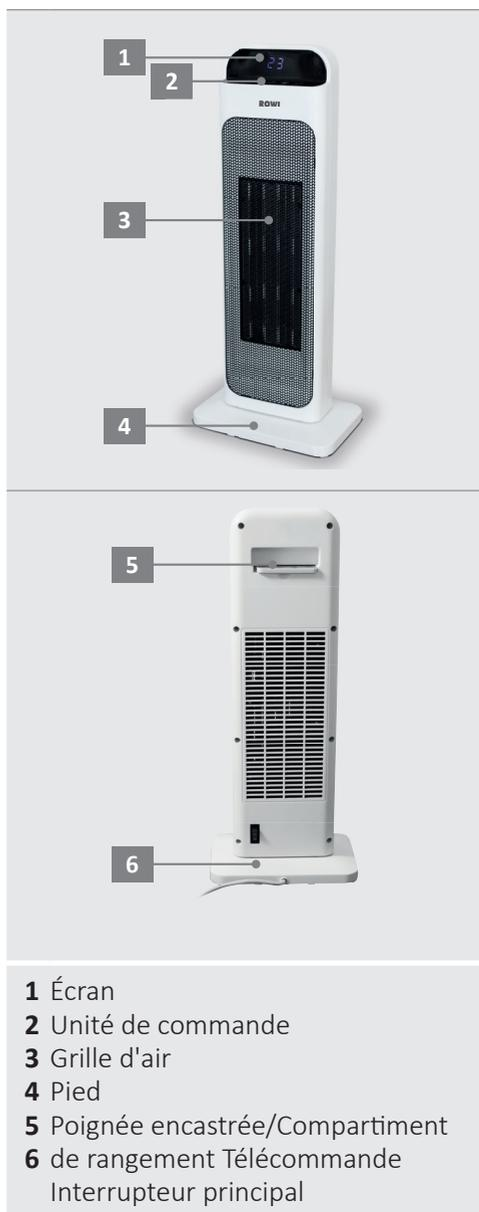

Fig. 1 : Vue d'ensemble de l'appareil
1. Assurez-vous que l'**interrupteur principal** (voir fig. 1, n° 6) est sur «**0**». Branchez ensuite la colonne de chauffage céramique sur une prise de courant reliée à la terre et protégée par un disjoncteur différentiel.
Tous les réglages suivants peuvent être effectués aussi bien à l'aide de l'unité de commande (fig. 1, n° 2) que de la télécommande fournie. Pile au lithium incluse (type CR2025 ; 3 volts ; 1 pile)
2. Actionnez ensuite l'interrupteur principal (fig.1, n° 6) situé à l'arrière de l'appareil pour l'éteindre complètement.